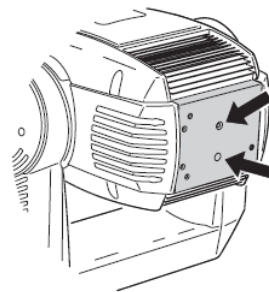

图6：调节灯泡
5. 参见图6。灯泡突起的一端面向插座背部, 将新灯泡的右端插入灯座。将左边的弹簧拨开, 将灯泡的另一端插进去, 旋紧位置。